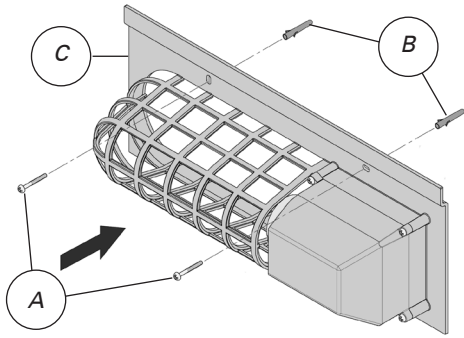

Fig. 1
1. Utilizzando un trapano con punta di 5 mm, fare 2 fori nel muro e inserire i tasselli **(B)** (fig. 1).
2. Fissare il supporto a muro **(C)** introducendo le 2 viti **(A)** nelle asole (fig. 1).
1. Using a drill with a 5 mm bit, make 2 holes in the wall and insert the screw anchors **(B)** supplied in the holes (fig. 1).
2. Fix the bracket **(C)** to the wall placing the 2 screws **(A)** in the holes in the upper part (fig. 1).